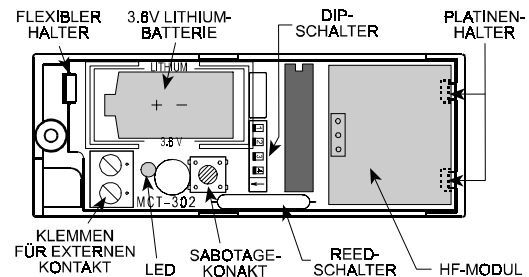

Abb. 1: MCT-302 Innenansicht
C. Entnehmen Sie die Platine aus dem Unterteil (siehe Abb. 1 und 5), indem Sie den flexiblen Halter zur Seite biegen.